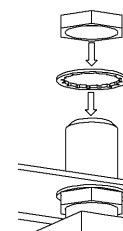

Figure 6.5 : Fixation du connecteur d'antenne
4. Si le récepteur EL-2530 doit être installé à l'intérieur du coffret de la centrale, fixer le connecteur d'antenne sur le haut du coffret en utilisant les écrous et colliers fournis (voir figure 6.5). S'assurer que les fixations intérieures et extérieures du connecteur d'antenne font bien masse avec le coffret.